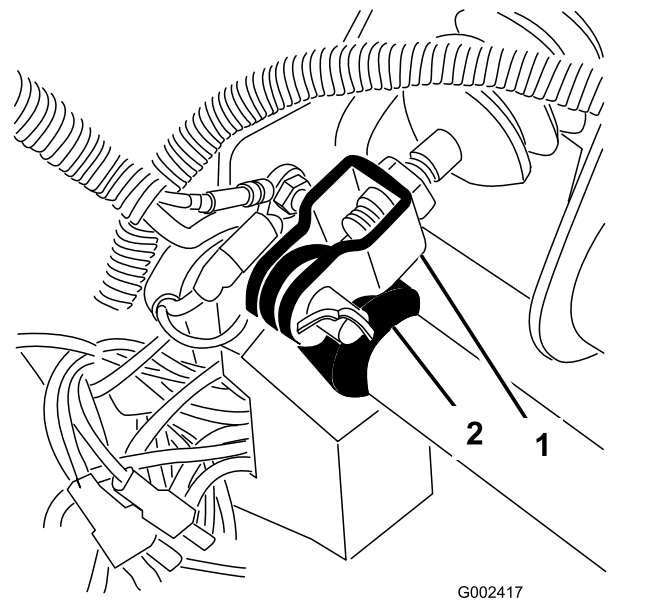

Bild 61
1. Nehmen Sie den Splint und Lastösenbolzen ab, mit denen das Hauptzylinderjoch am Bremspedalgelenk befestigt ist (Bild 61).